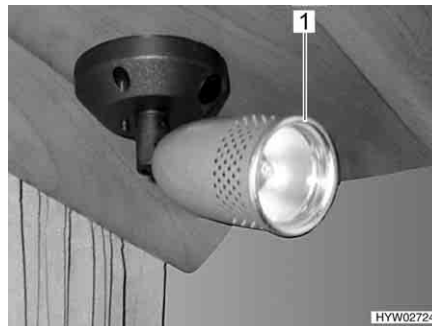

Fig. 112 Faretto alogeno (orientabile)
- Afferrare il bordo dello faretto (Fig. 112,1) e tirarlo in avanti.